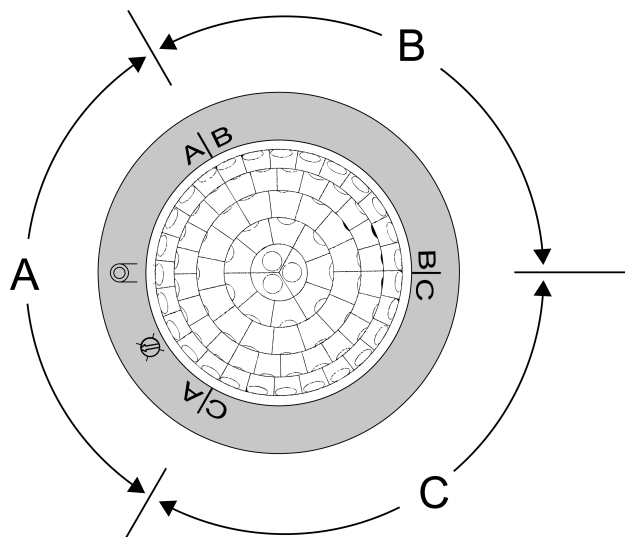

Imagen 6: La disposición de las zonas A, B y C
- Orientar la caja de conexión (1) de forma que las zonas A, B y C se ajusten a las características constructivas. La disposición puede verse debajo del anillo embellecedor (Imagen 6).